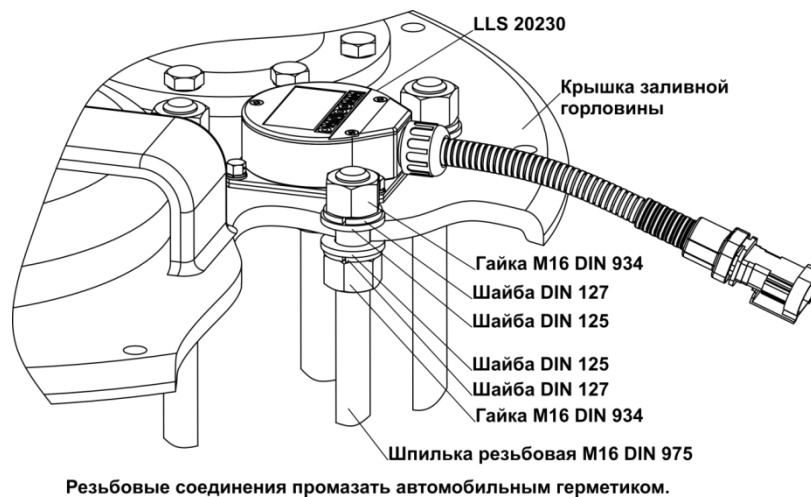

Рисунок 62
- Установить три резьбовые шпильки согласно рисунку (Рисунок 62).